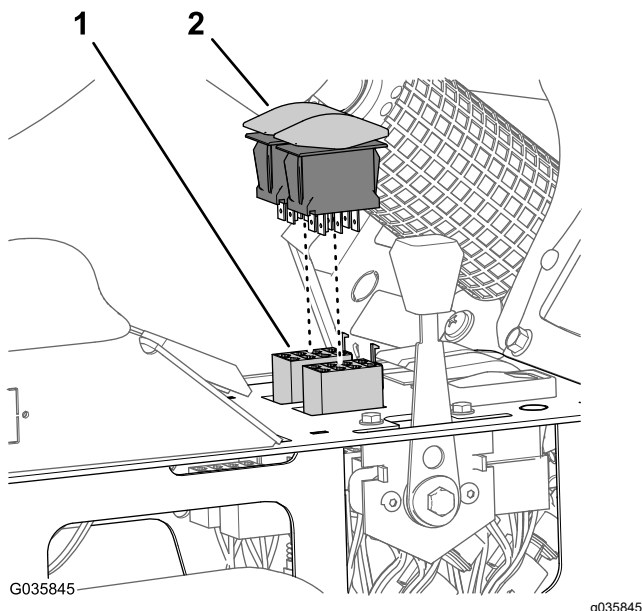

Bild 40
3. Schließen Sie die 8-Buchsen-Stecker des Maschinenkabelbaums von den Auslegerhubschaltern für den Steuerschaltkreis des rechten und linken Auslegerhubs ab (Bild 40).
4. Stecken Sie die Kippschalter in die 8-Buchsen-Stecker des Kabelbaums für das Finishingkit für den Ultra Sonic Boom (Bild 40).
5. Setzen Sie den Schalter für das Anheben der Ausleger in die Öffnungen in der mittleren Konsolenplatte ein, bis die Schalter einrasten (Bild 40).